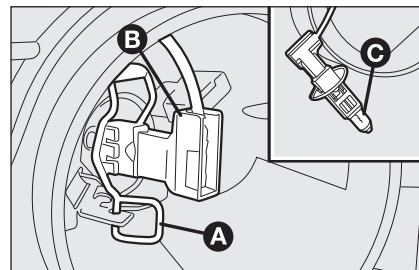

fig. 20
- ☐ décrocher l'agrafe de retenue de l'ampoule **A-fig. 20**;